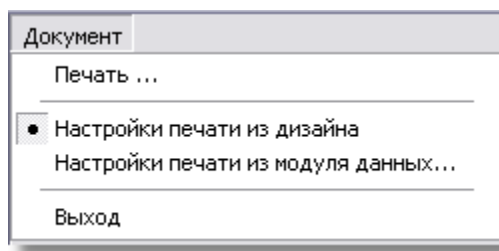

Рис. 11.7
1. В окне редактора откройте меню **Документ** (Рис. 11.7).